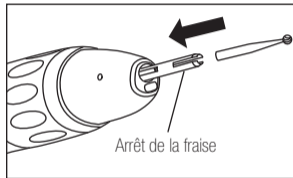

Fig. 3
- 2) Insérer complètement l'arrêt de la fraise dans la griffe. (Fig.3)